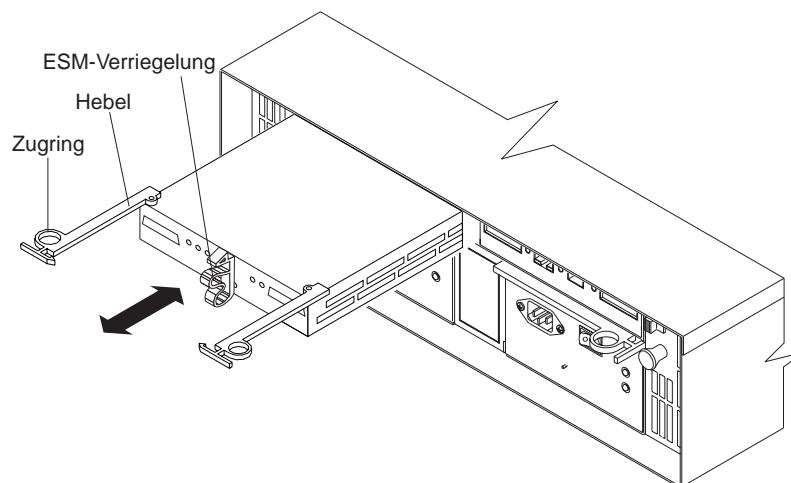

Abbildung 7. ESM entfernen
2. Fassen Sie die Zugringe, und ziehen Sie die Hebel heraus. Entfernen Sie anschließend den ESM aus der Position (siehe Abb. 7).